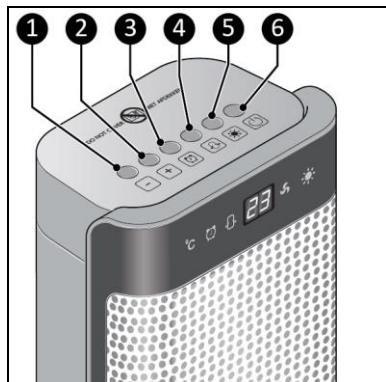

Abbildung 10
2. Drücken Sie die EIN/AUS-Taste (Abbildung 10, Pos. 6) oder auf der Fernbedienung. Das Gerät startet im Belüftungsmodus. Die Anzeige zeigt die Umgebungstemperatur an. Die Belüftungsleuchte leuchtet auf.
1. Stellen Sie die gewünschte Temperatur mit den Plus- und Minus-Tasten am Gerät (Abbildung 10, Pos. 1, 2) oder auf der Fernbedienung (max. 35 °C) ein. Auf der Anzeige wird einige Sekunden lang die eingestellte Temperatur angezeigt. Anschließend zeigt die Anzeige die Umgebungstemperatur an.
1. Verwenden Sie den Heizungsregler am Gerät (Abbildung 10, Pos. 5) oder die Fernbedienung, um durch die Optionen zu blättern:
2. Drücken Sie die Timer-Taste am Gerät (Abbildung 10, Pos. 3) oder auf der Fernbedienung: